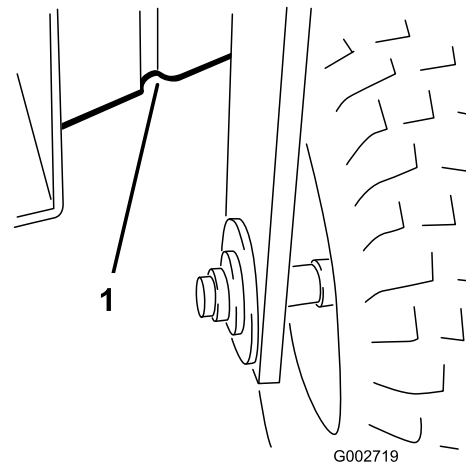

Figure 21
- À l'avant sous le cadre, derrière la roue avant (Figure 21).